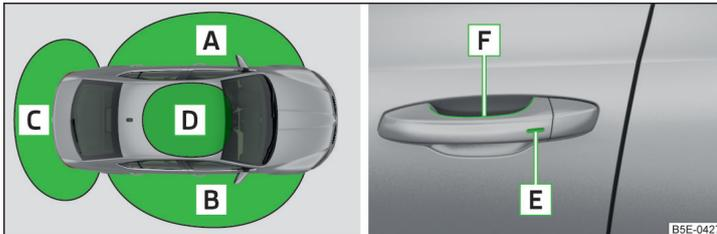

Abb. 34 Bezeichnung der Bereiche / Sensoren im Griff der Vordertür
Der Schlüssel muss sich dabei in einem der Bereiche **A**, **B** bzw. **C** » Abb. 34 (bis etwa 1,5 m vom Fahrzeug entfernt) befinden.
Entriegelungs- und Verriegelungsbereiche » Abb. 34
➤ Den Türgriff der vorderen Tür fassen oder den Sensor **F** » Abb. 34 mit der ganzen Handfläche bedecken » **!**.
➤ Den Sensor **E** » Abb. 34 mit den Fingern berühren » **!**.
➤ Den Sensor **E** » Abb. 34 zweimal innerhalb von 2 Sekunden mit den Fingern berühren » **!**.
- Das System KESSY kann den gültigen Schlüssel finden, auch wenn dieser z. B. im vorderen Bereich des Fahrzeugdachs vergessen wurde **[D]** » Abb. 34. Deshalb ist es nötig, stets zu wissen, wo sich der Schlüssel befindet.
Wenn das Fahrzeug über einen längeren Zeitraum nicht entriegelt wird, werden die Griffsensoren » Abb. 34 auf Seite 57 automatisch deaktiviert.
- Die Fahrertür mithilfe des Sensors **[F]** » Abb. 34 auf Seite 57 entriegeln.